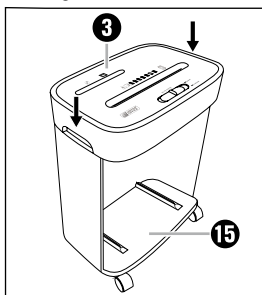

Fig. 2
- ◆ Pres skæreenheden **3** nedad, indtil den går hørbart i indgreb på produktsoklen **15** (se fig. 2).